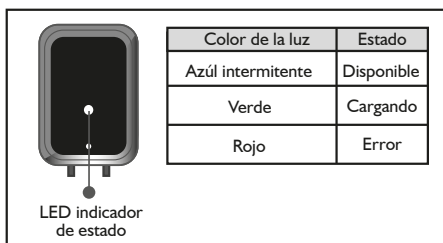

Figura 5.
9. Verifique que la luz **AZUL** (indicador de estado Disponible) se encuentre intermitente en el panel frontal del equipo. Figura 5.